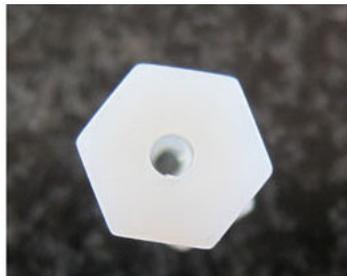

Abbildung 1: M8 Polyamidschraube mit axialer 4mm Bohrung; Dichtring
**Abbildung 1:** Das Modell in Aktion. Zum Gebrauch mit SuS wird empfohlen, die Membran (blau) mit Panzertape (duct-tape; gaffa-tape) zu befestigen und ein schlanke hohes Becherglas mit Ausgussnase zu verwenden, in das sich die Polyamidschraube des Modells bequem einlegen lässt.